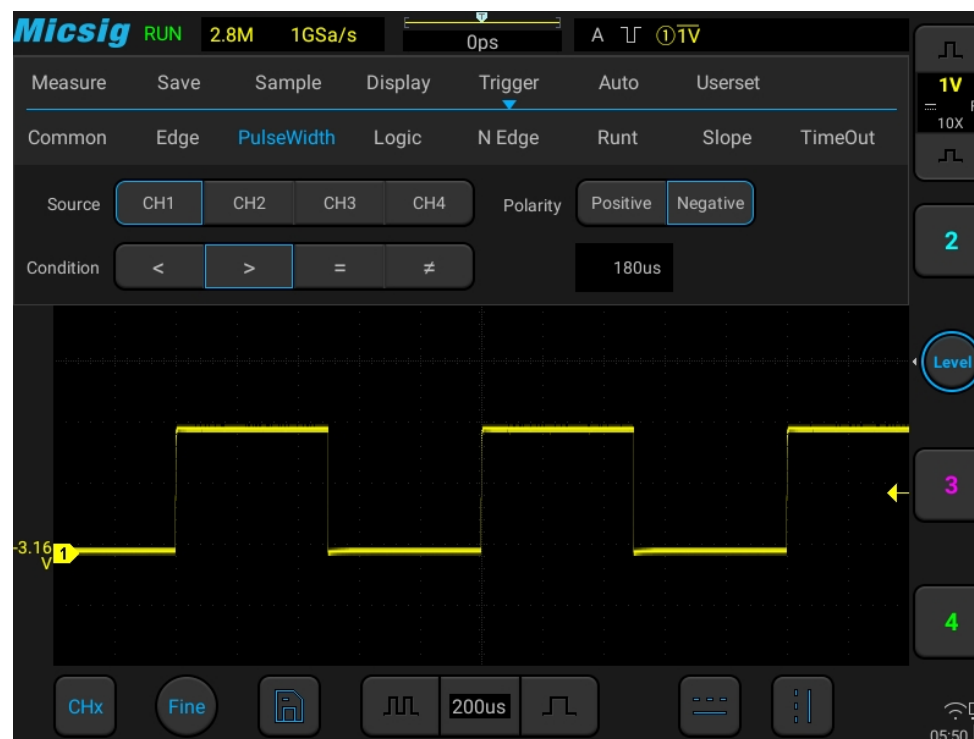

Abbildung 6-15 Negativer Impulsniveauwechsel
niedriger als der aktuelle Triggerpegel (CH1-Symbol für negativen Impuls  ① 1.00V). Bei Triggerung durch einen Impuls mit positiver Polarität erfolgt der Trigger bei Erfüllung der Einschränkungen beim Übergang von hoch nach niedrig des Impulses; bei Triggerung durch einen Impuls mit negativer Polarität erfolgt der Trigger bei Erfüllung der Einschränkungen beim Übergang von niedrig nach hoch. (Abbildung 6-15 Negativer Impulspegelwechsel)